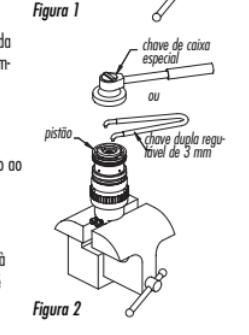

Figura 1
1. Retire a pressão do amortecedor e aperte a extremidade da válvula respectiva num torno de boca macia, tendo cuidado para não danificar o olhal do amortecedor (figura 1).